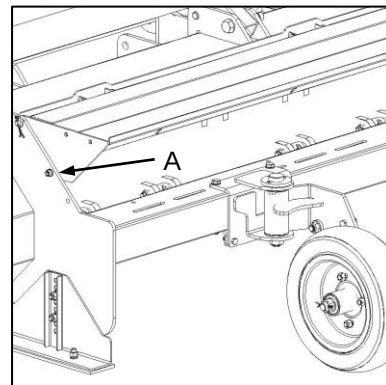

Fig. 4
- ✓ Lift the discharge chute and secure it in position by using the alternative hole available at each end (Fig. 4-A).
- ✓ Lig die afvoergeut op en bout dit vas deur van die alternatiewe gat aan elke ent gebruik te maak (Fig. 4-A)